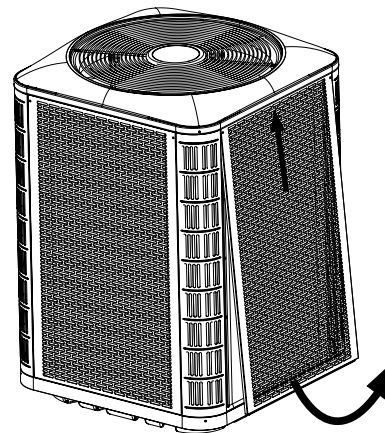
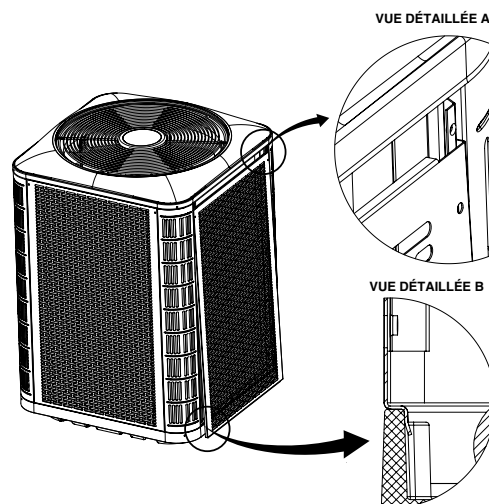

Figure 3. Désassemblage du panneau
Figure 4. Installation du panneau
- Pour accéder aux composants internes de l'appareil, consultez la Figure 3 pour désassembler le panneau et la Figure 4 pour installer le panneau.
2. Glissez le panneau vers le haut et le bac supérieur pour dégager la bride inférieure du bac inférieur. Voyez la Figure 3.
1. Insérez les coins supérieurs des brides latérales du panneau dans les rainures du montant de coin, tel que montré dans la Vue détaillée A à la Figure 4.